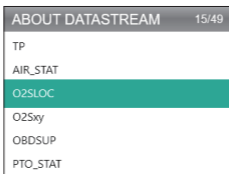

図 9.1.3
3. データフロー (図 9.1.3 を参照) を選択し、[OK] を押して各データフロー項目の定義を表示します。